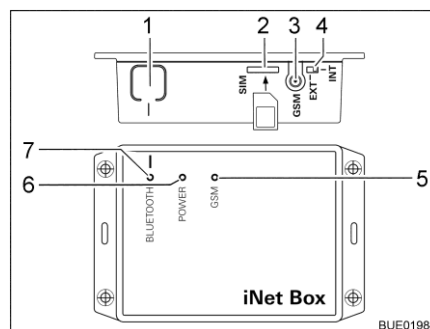

Fig. 140 Truma iNet-Box
- Pulsar la tecla BLUETOOTH (Fig. 140,1) en la iNet-Box por 1 segundo. La Truma iNet-Box estará visible por aprox. 2 minutos en el terminal móvil (nombre: "Truma iNet-Box"). Durante este intervalo, el LED BLUETOOTH azul (Fig. 140,7) estará parpadeando.
- Insertar la tarjeta mini SIM con número de teléfono propio y suficiente crédito cuidadosamente en la ranura (Fig. 140,2) de la Truma iNet-Box del modo mostrado hasta que engatille. El LED GSM rojo (Fig. 140,5) deberá parpadear de manera permanente. Si el LED rojo se apaga después de 20 segundos: Controlar la tarjeta mini SIM.